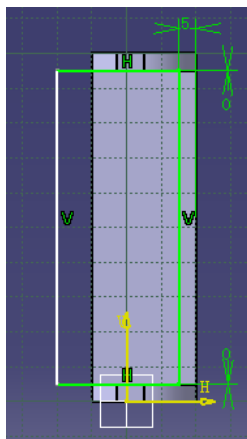

图 3-95
(5) 选择被挖出部分的侧面，Sketcher → Profile 画如图 3-95，用 constraint  设定尺寸后，点击 。